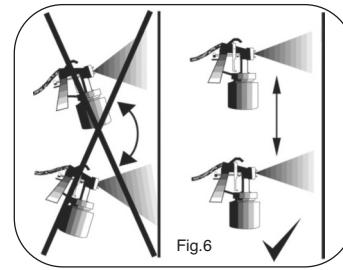

Fig.6
- 3) Non inclinare lo spruzzatore ad angoli superiori ai 45 gradi (Fig. 6).